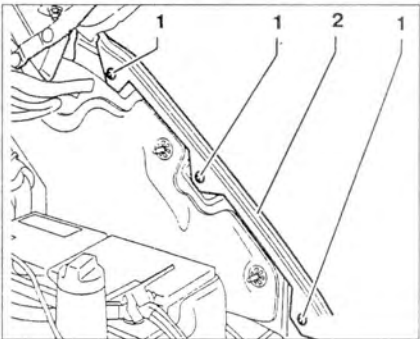

Рис. 10.6. Выкрутите винты 1 из верхней части крыла 2.
7. Выкрутите винты 1 из верхней части крыла 2 (рис. 10.6).